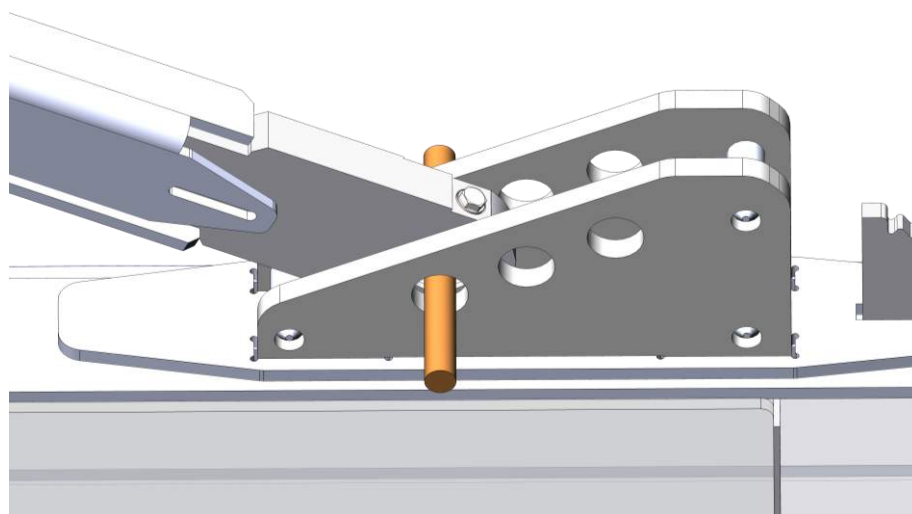

Рисунок 3.101. Центрирование отверстий тяги с толкающим брусом
► Использовать пригодный для таких целей инструмент (металлический пруток, стержень и др.), см. рис. 3.101.
- ▶ Совместить (отцентрировать) отверстие в гидроцилиндре перекоса отвала с отверстием в бруске при помощи пригодного для таких целей инструмента (рис. 3.101) и вставить палец **по направлению снаружи внутрь**.
Использовать пригодный для таких целей инструмент (металлический прут, стержень и др.), см рис. 3.101.